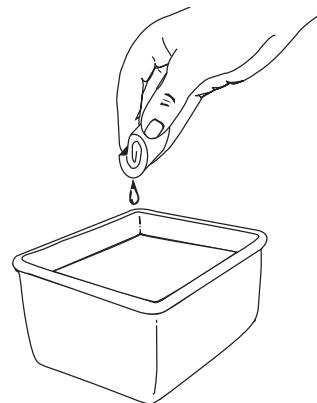

Fig. 23
3. Lavare il filtro con del detergente e dell'acqua (Fig. 23). Sciacquarlo delicatamente e sgocciolarlo. Lasciarlo asciugare completamente.